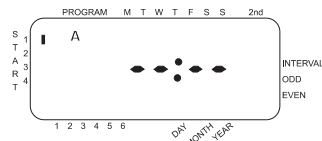

Figure 4: Affichage LCD avec heure de démarrage
- La manière selon laquelle vous réglez l'heure de démarrage est identique pour les deux programmes. Positionner le commutateur sur Heures de démarrage dans le programme sélectionné. L'écran indiquera alors --:-- , et un curseur clignotant sur l'emplacement Démarrage 1 (voir Figure 4).